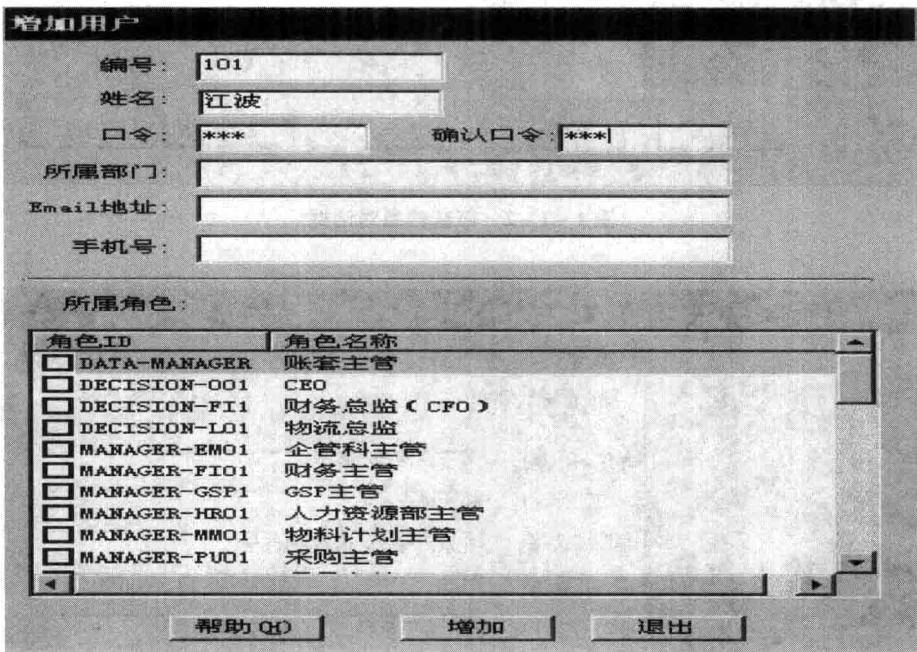

图 1-1-1 增加“用户”对话框
(1) 在系统管理界面，执行“权限” / “用户”，进入用户管理窗口。
(2) 单击工具栏中的“增加”按钮，打开“增加用户”对话框。
(3) 输入编号、姓名、口令及确认口令，再单击“增加”进行保存，如图 1-1-1 所示。